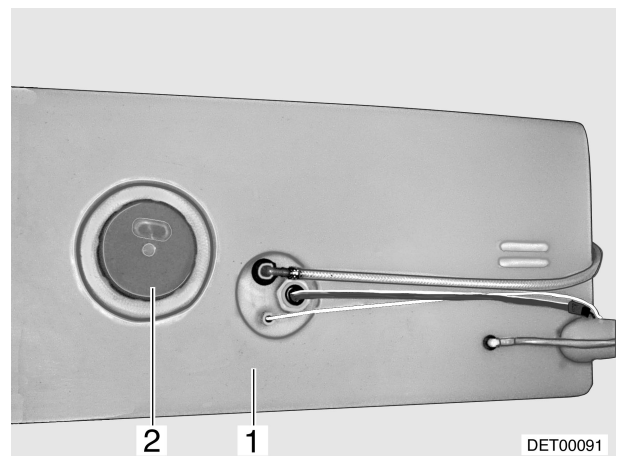

Bild 129 Frischwassertank
- Verschlussdeckel (Bild 129,2) am Frischwassertank (Bild 129,1) abschrauben.